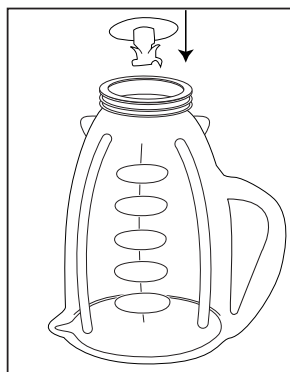

FIGURE 2
3. Insérez le couteau dans le récipient. (Figure 2)